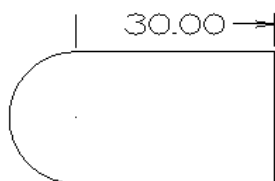

图 4.1.18 第二端
- ☒ **第二个** 单选项：用于设置显示标注文字第二端的尺寸线，如图 4.1.18 所示。